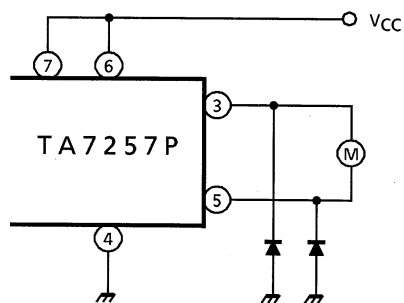

図 3
(3) 応用上の注意事項
- i) ブレーキが甘い場合は内蔵されている下側のダイオードと並列に適切なダイオードを接続してください。(図 3)